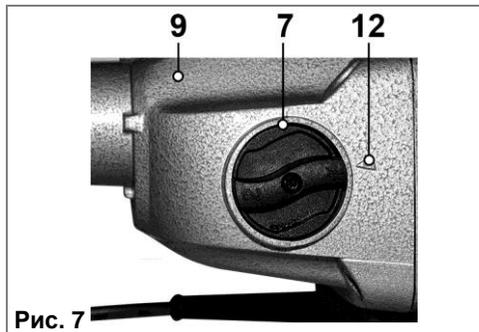

Рис. 7
7.4.2. Поверните переключатель (7) до совмещения цифры обозначающей скорость на переключателе (7) с меткой (12)
на корпусе редуктора (9) машины (только для модели **МЭ-2 1400Э**, Рис.7).